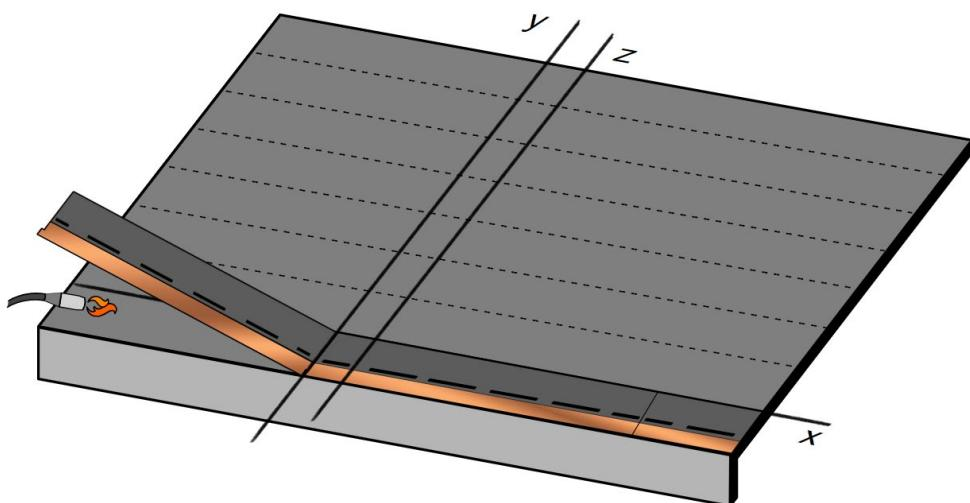

Fig. 16 - Installazione fila di partenza a fiamma
- Fissare le tegole della fila di partenza alla membrana usando la fiamma del cannetto e sollevando un lato della tegola per volta, con apposito strumento. Orientare la fiamma verso la membrana, in modo da portare a fusione solo quest'ultima. La parte retrostante della tegola sarà portata solo in temperatura – vedi Fig. 16. Abbassare quindi la tegola canadese e premere la stessa (ad esempio facendo pressione con un piede), per aiutare la compenetrazione dei bitumi dei due elementi: tegola e membrana.